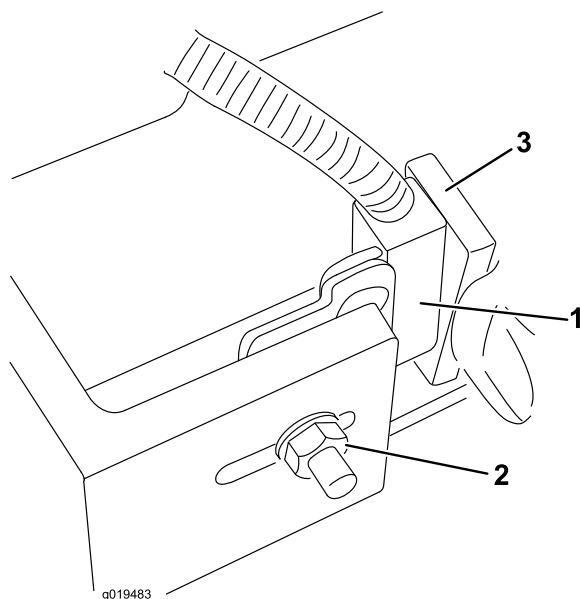

Figura 87
- Allentate il dado del bullone a testa tonda che fissa la staffa portainterruttore del braccio di sollevamento al braccio di sollevamento n. 4, 6 o 7 (Figura 87).